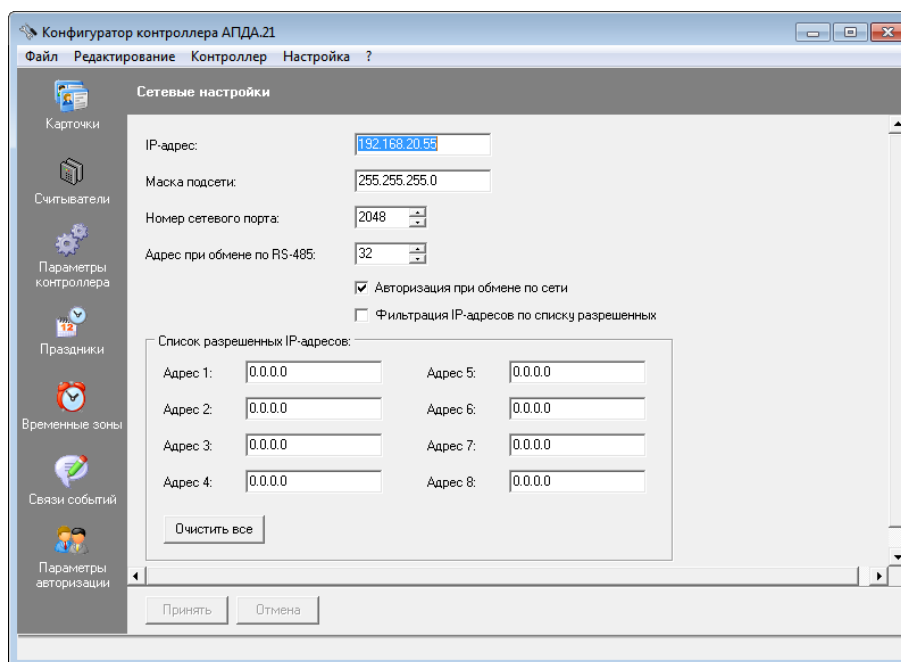

Рисунок 414 – Окно "Сетевые настройки"
- 8) Выберите пункт меню "Редактирование/Сетевые настройки". В рабочем окне программы отобразится окно "Сетевые настройки" (см. Рисунок 414).